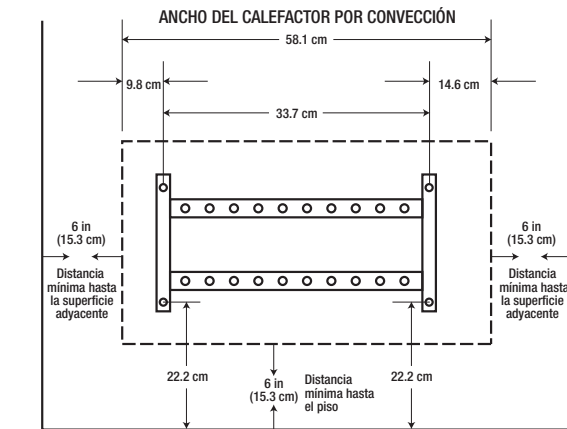

Fig. 1
- El lugar debe tener espacio libre y distancia sobre el suelo suficientes, como se muestra en la fig. 1.
- Use el soporte de montaje como una plantilla. Para hacerlo, sosténgalo contra la pared, como se muestra en la fig. 1.